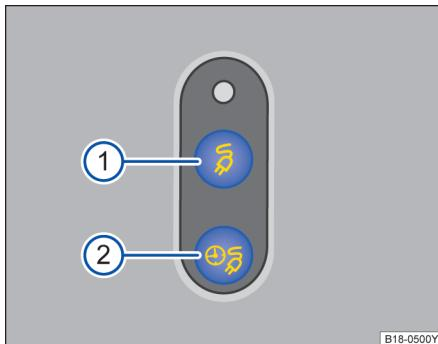

图 129 示意图：① 立即充电按钮，② 延迟充电按钮。
- 按压立即充电按钮→图 129 ①，可中断或继续充电过程，此时充电插头仍保持锁止状态。
- ① 绿色指示灯持续亮起：充电过程已结束。
- ② 绿色指示灯脉动式亮起：正在充电。
- ③ 离开车辆后绿色指示灯快速闪烁约 1 分钟：已通过信息娱乐系统设定延迟充电（出发时间），但尚未开始。此时延迟充电按钮⑨中的指示灯→图 129 ② 也将亮起。
- ④ 黄色指示灯闪烁：请将换挡杆置于 P 位置。
- ⑤ 黄色指示灯持续亮起：请检查充电电缆或电源。使用随车充电电缆时，控制盒上会显示电源状态。必要时请具有相应资质的专业人员提供专业帮助。
- ⑥ 红色指示灯持续亮起：充电系统存在故障。请联系专业人员处理。